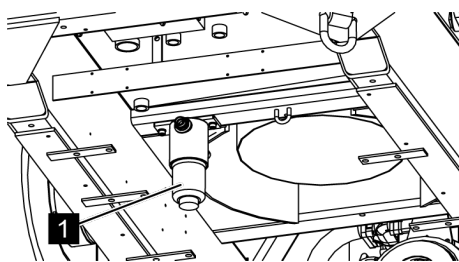

Fig. 167: Dévisser le pot filtrant
5. ➔ Dévisser avec précaution le pot filtrant (Voir la Fig. 167/1).